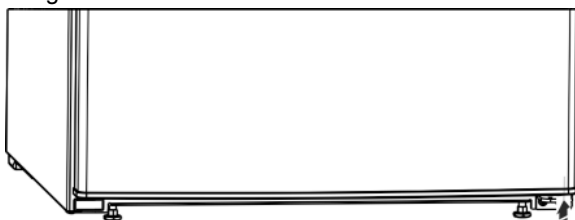

Fig. 6
- De afstandhouder Fig. 6 (13) weer rechtsonder in de deur terugplaatsen, omdat dit belangrijk is voor de stabiliteit van het apparaat.